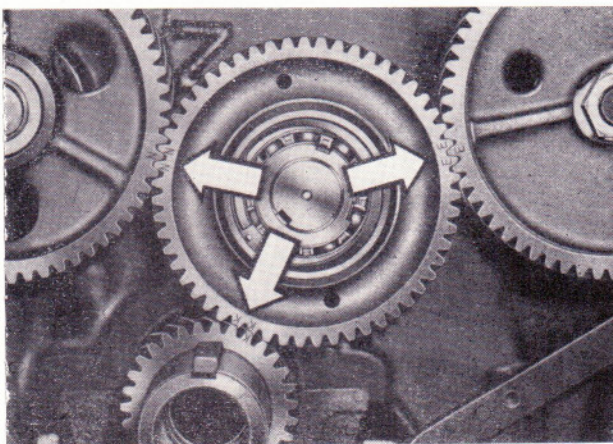

Bild 86
Beim Einbau der Nockenwelle muß der Zahn des Nockenwellenrades mit der Markierung „N“ zwischen den Zähnen des Zwischenrades mit der Markierung „N“ stehen. Die Markierungen für Kurbelwellen- und Einspritzpumpenrad müssen dabei in gleicher Weise in Übereinstimmung gebracht werden (Bild 86).
- Vor dem Aufsetzen des Steuergehäusedeckels ist die richtige Stellung der Steuerräder zueinander zu kontrollieren (Markierungen beachten!). Gegebenenfalls ist das Zwischenrad abzubauen und die Zahnräder der Kurbelwelle, Nockenwelle und Einspritzpumpentriebswelle sind so zu drehen, daß deren Markierung mit der entsprechenden Markierung auf dem Zwischenrad beim Einbau übereinstimmt (Bild 86).